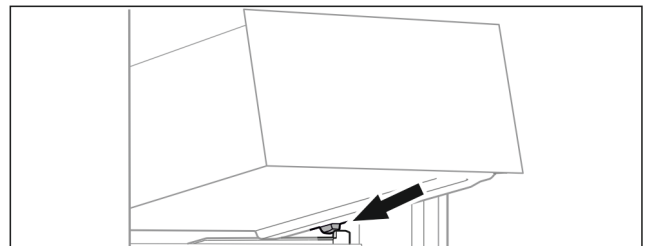

Fig. 17
- ▶ Colocar el cajón inclinado detrás de los topes sobre la nervadura para recipientes Fig. 17 ().